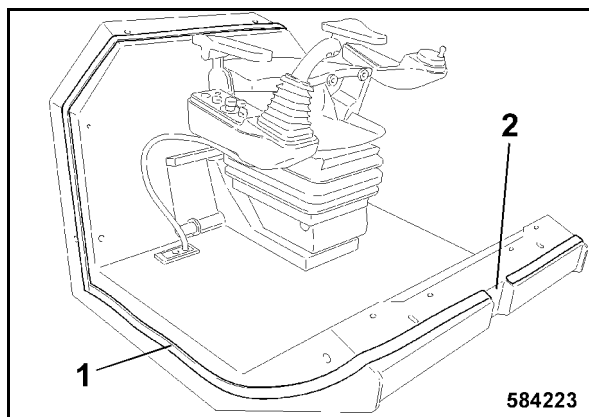

Fig. 203
- Pegar el perfil de obturación 1 (Fig. 203) alrededor del puesto de conductor.
- No pegar perfil de obturación sobre el escote delantero del puesto de conductor (2), este es la admisión de aire para la ventilación de la cabina.